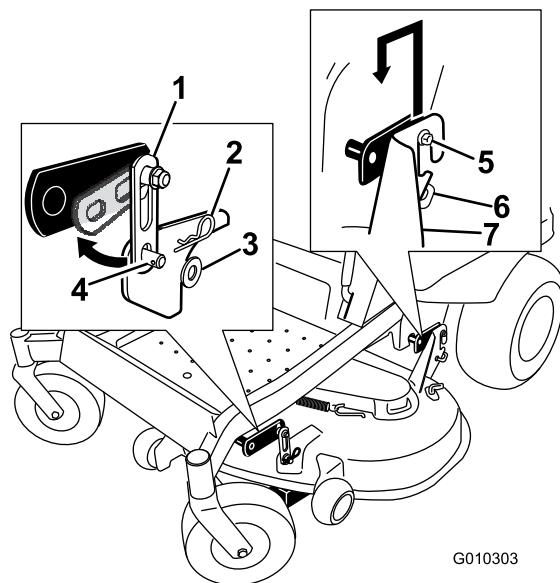

Figura 66
7. Retire los herrajes de las pletinas de suspensión delanteras en ambos lados de la plataforma (Figura 66).
8. Retire la plataforma con cuidado de los pernos de las pletinas de suspensión y baje la parte delantera de la plataforma al suelo (Figura 66).
5. Eleve la parte trasera de la plataforma del cortacésped y coloque los soportes de las pletinas de suspensión sobre sus pernos (Figura 66).
6. Conecte el soporte delantero de la plataforma del cortacésped a las pletinas de suspensión delanteras y sujételas con un pasador y una chaveta (Figura 66).